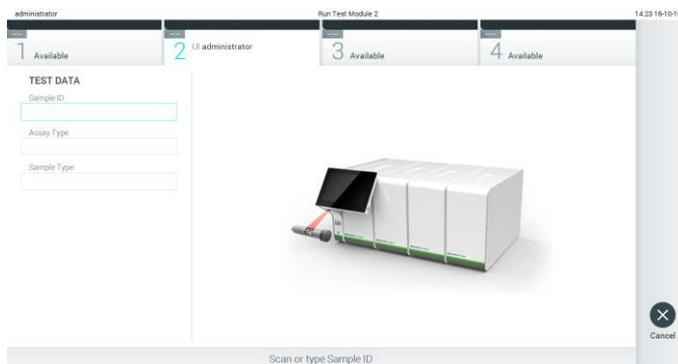

Abbildung 69: Scannen des Proben-ID-Barcodes
2. Scannen Sie nach Aufforderung den Proben-ID-Barcode mit dem im Betriebsmodul integrierten Barcodeleser (Abbildung 69).